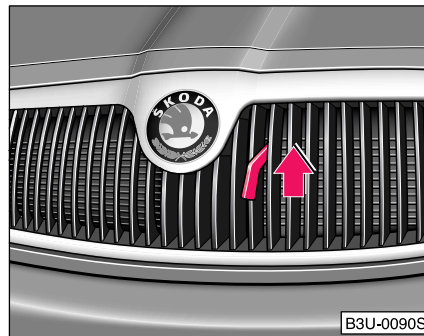

Fig. 154 Grătarul radiatorului: piedica
- Trageți piedica ⇒ Fig. 154 și ridicați capota motorului.